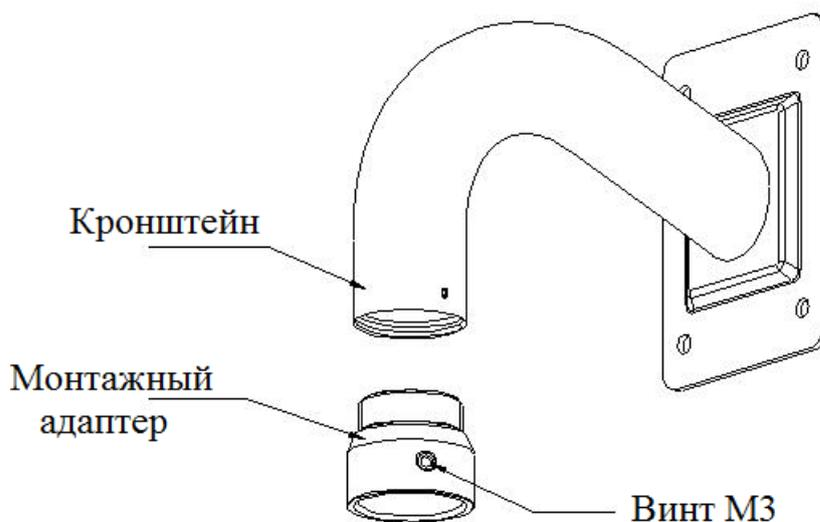

Рисунок 2
2.4 Установите монтажный адаптер на кронштейн. Резьбовую часть монтажного адаптера оберните тефлоновой лентой и вкрутите его в кронштейн для настенного крепления. Для надежного скрепления кронштейна и монтажного адаптера используйте винт М3 (рис. 2).